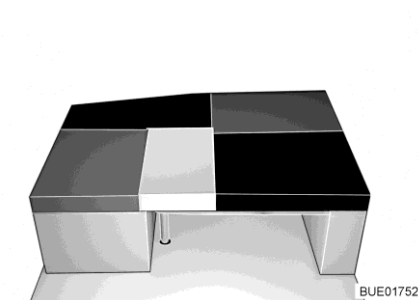

Fig. 154 Dopo la trasformazione
- Riporre sul tavolo il cuscino dello schienale del sedile laterale/del divano laterale (tra il cuscino del divano laterale/il divano laterale e il cuscino aggiuntivo, vedi Fig. 154).